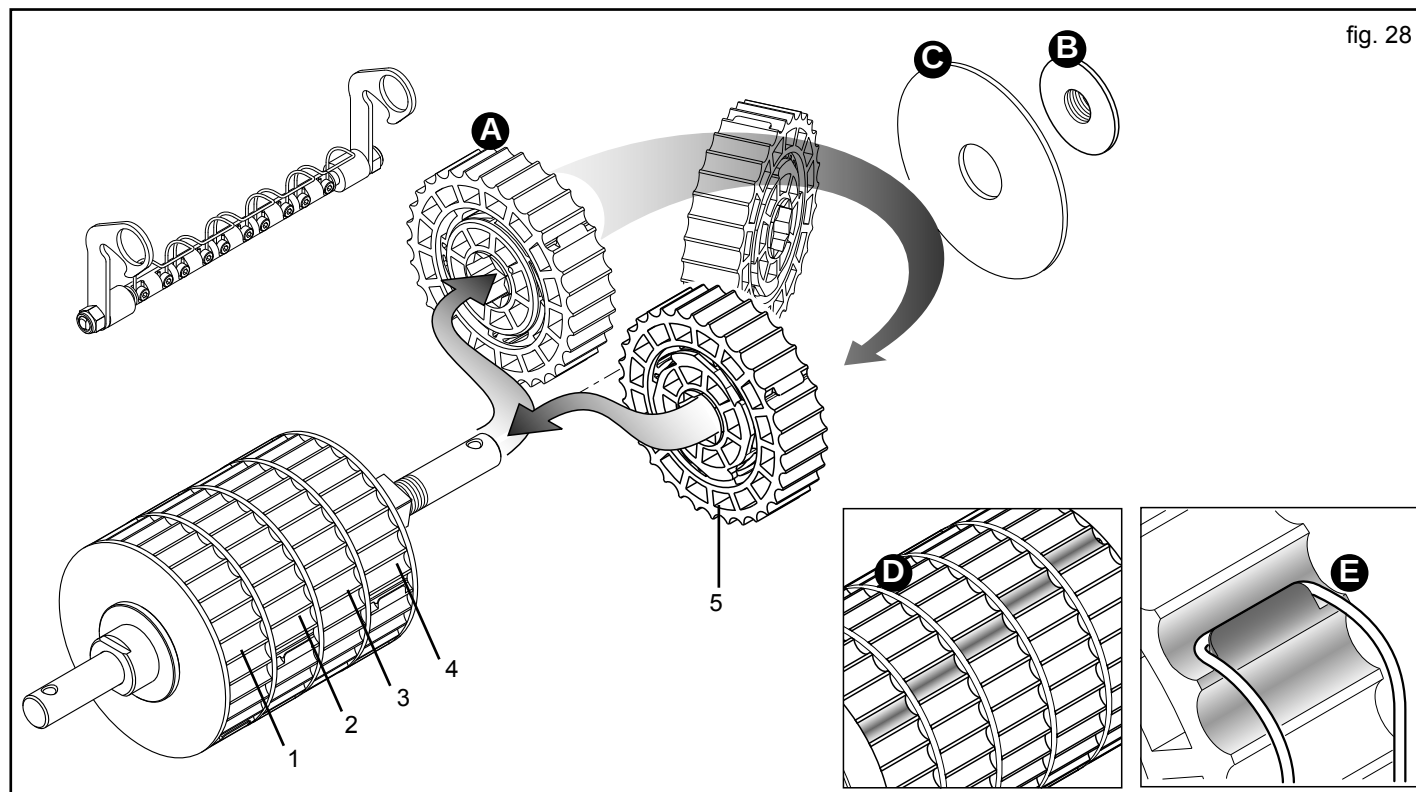

fig. 28
Dit d'abord que chaque secteur (A, Fig. 28) distribue le 20% de produit de l'entier roulement distributif, est possible d'augmenter les secteurs en travail et réduire la vitesse de rotation de la boîte de vitesse, en obtenant une distribution homogène.
Après avoir démonté le roulement de dosage de l'équipement, utiliser la clé en dotation pour dévisser la pommelle (B, Fig. 28) et enlever l'embout de blocage (C). Ôter le secteur ou les secteurs à activer et monter renversés de 180° en respectant les positions (1-2-3-4-5, Fig. 28).
Pour monter les secteurs, faire de façon que en conditions de travail ceux actifs présentent les gorges distributives ne soit pas alignées (D, Fig. 28), pour garantir la continuité à la distribution.
Bloquer l'élément nettoyant dans la position de travail, en vérifiant que les ressorts crochètent les respectifs secteurs exclus (E, Fig. 28) en bloquant la rotation et donc la distribution.